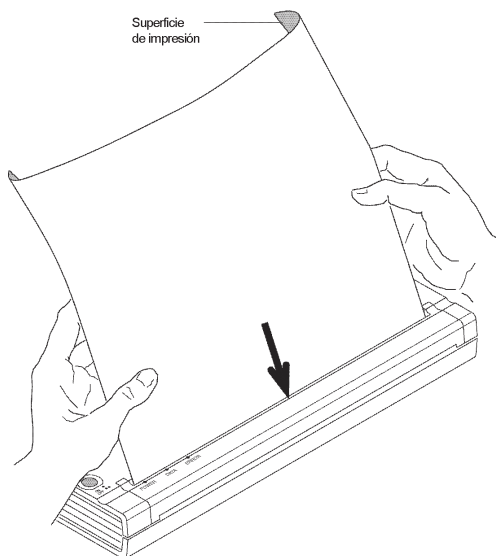

Figura 14. Colocación del papel
2. Empuje con suavidad el papel hacia la ranura de alimentación de la impresora hasta que el rodillo lo lleve a la posición inicial; entonces, suéltelo. Consulte la figura 14.